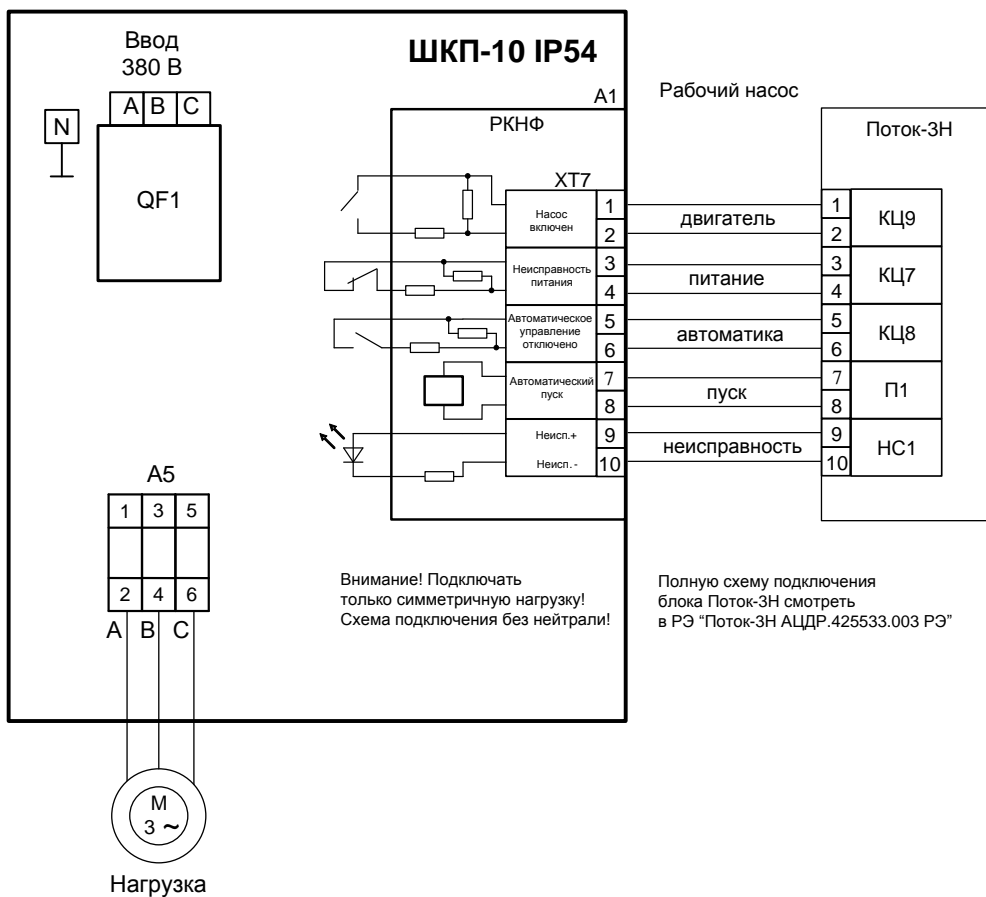

Рисунок 3. Вариант подключения шкафа при эксплуатации с трехфазной нагрузкой и блоком Поток-3Н
- 3) подключить к шкафу провода питающего сетевого напряжения, цепей нагрузки и контроля состояния согласно схеме электрической рис. 3,4;
- Максимально допустимое отклонение напряжения выставляется потенциометром 2 (см. рис. 3). $\Delta U_{\text{ном}}$ определяет одновременно верхний и нижний пороги срабатывания. Таким образом, входное напряжение будет считаться допустимым в диапазоне от $(220 - \Delta U_{\text{ном}})$ В до $(220 + \Delta U_{\text{ном}})$ В. $\Delta U_{\text{ном}}$ может принимать значения от 0 В (крайнее левое положение потенциометра) до 80 В (крайнее правое положение потенциометра).
- Время интегрирования неисправности (время задержки срабатывания) выставляется регулятором 3 (см. рис. 3). t_c определяет время накопления неисправности (восстановления) и может принимать значения от 0 с (крайнее левое положение потенциометра) до 16 с (крайнее правое положение потенциометра).